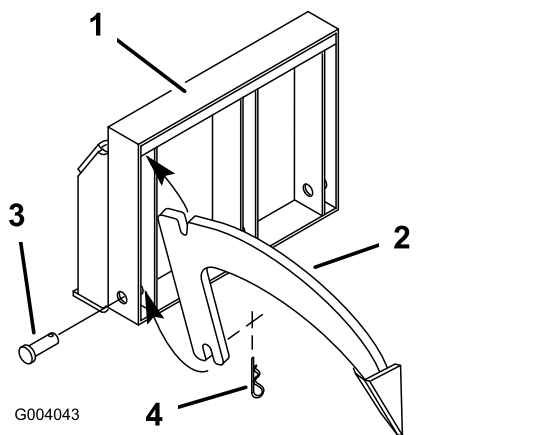

Figura 3
1. Deslice la ranura de la parte superior del accesorio en la barra superior en 1 de las 3 posiciones del accesorio (Figura 3).
2. Bascule la parte inferior del accesorio en el bastidor y fíjela con un pasador de horquilla (Figura 3).
3. Sujete el pasador con un pasador de horquilla (Figura 3).